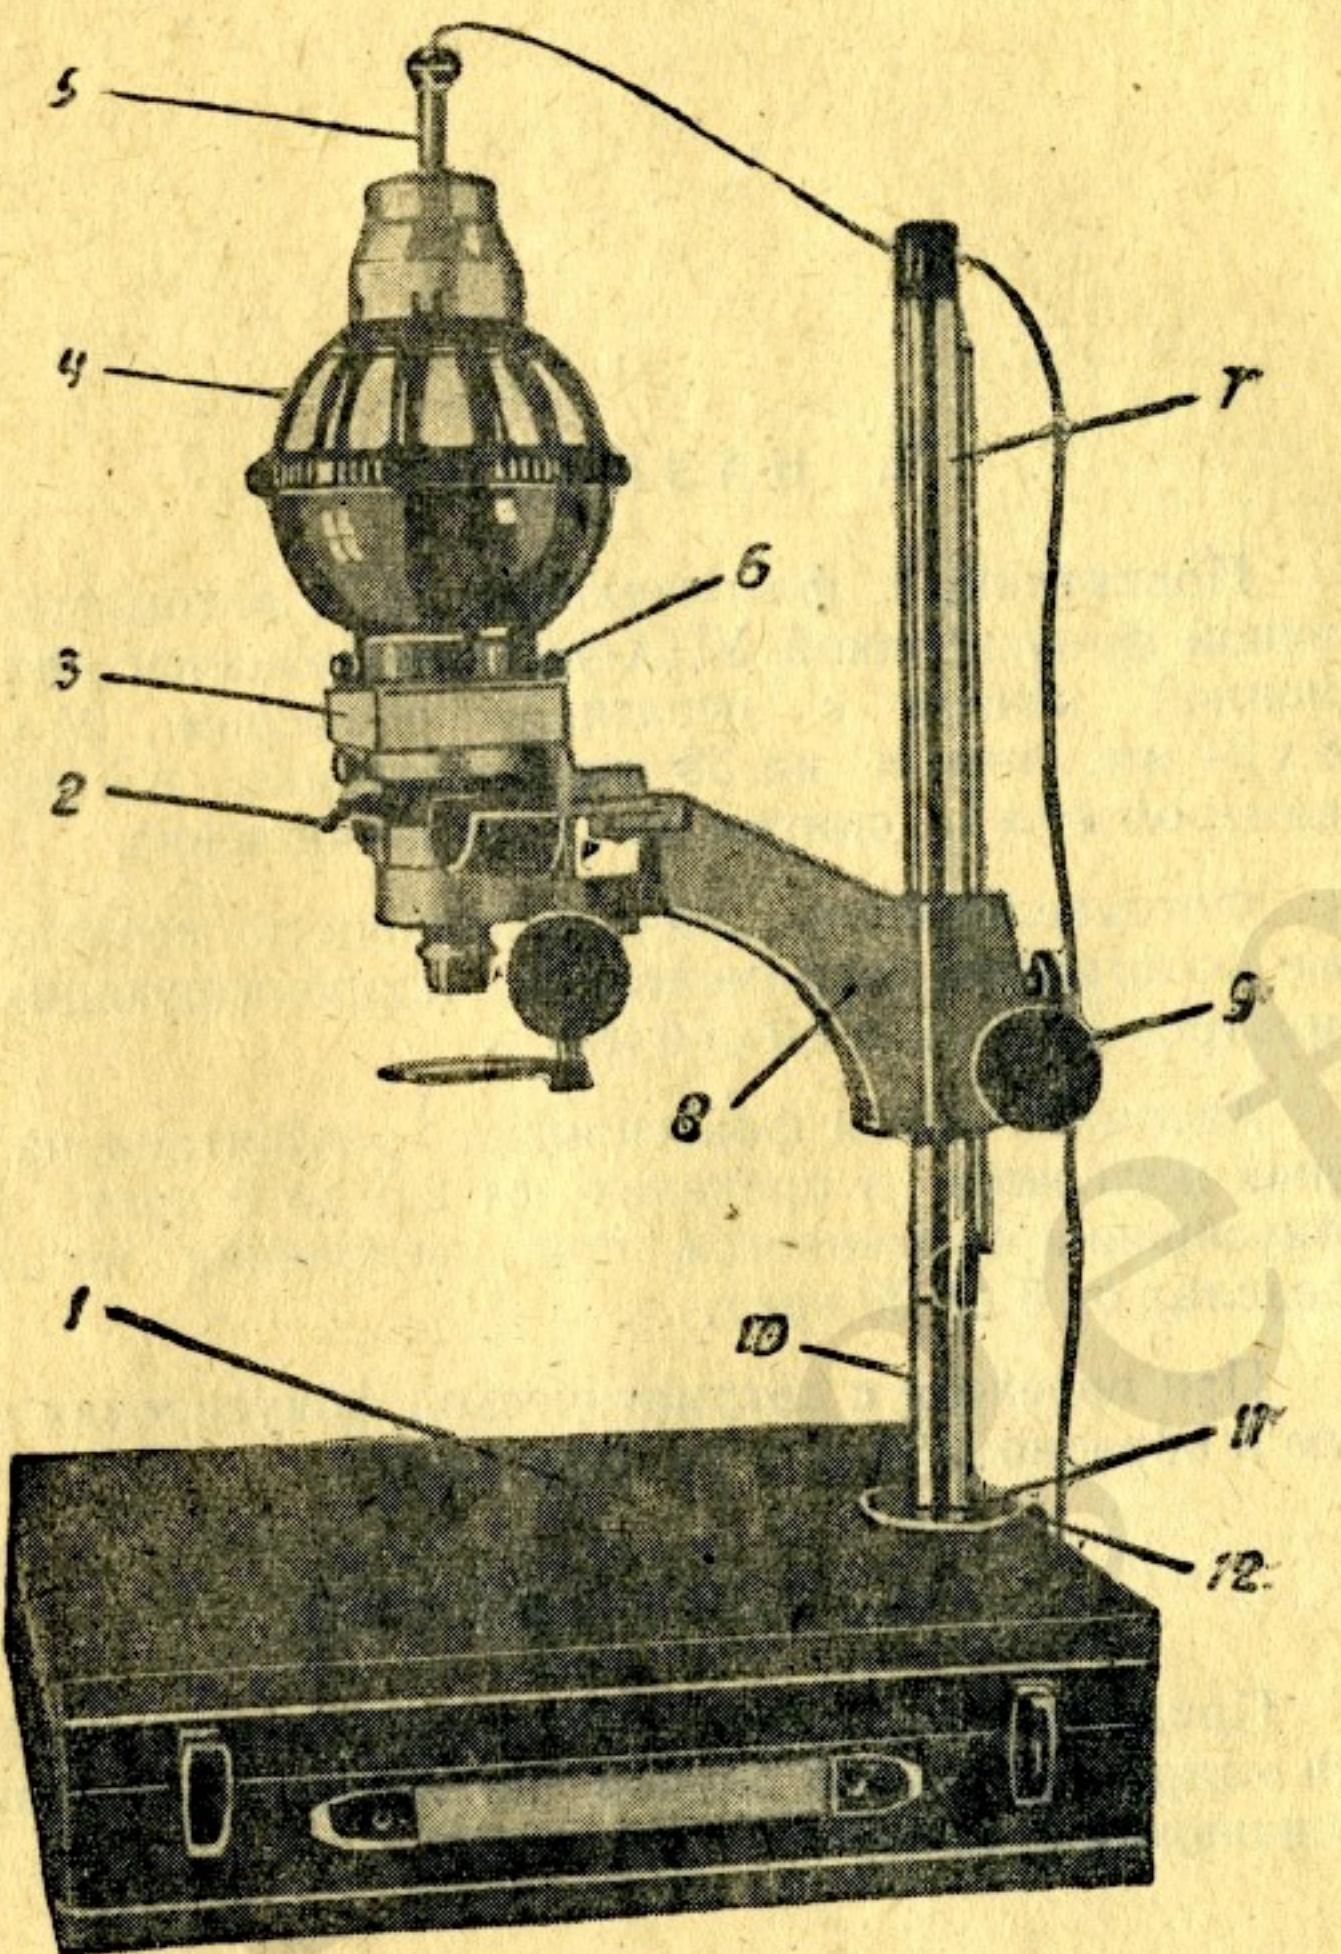

Рис. 1
Конструктивно фотоувеличитель состоит из следующих основных частей рис. 1: экрана (1), узла автоматики (8), конденсора (3), негативной рамки (2), осветителя (4). В качестве экрана используется укладочный ящик-футляр (1).